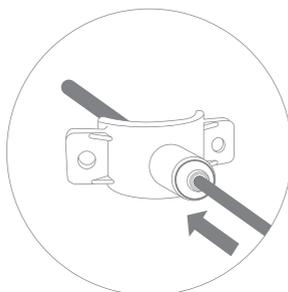

Рис. 10
4. Трубку красного цвета из комплекта поставки вставьте через хомут в просверленное отверстие на 7...10 мм (рис. 10).